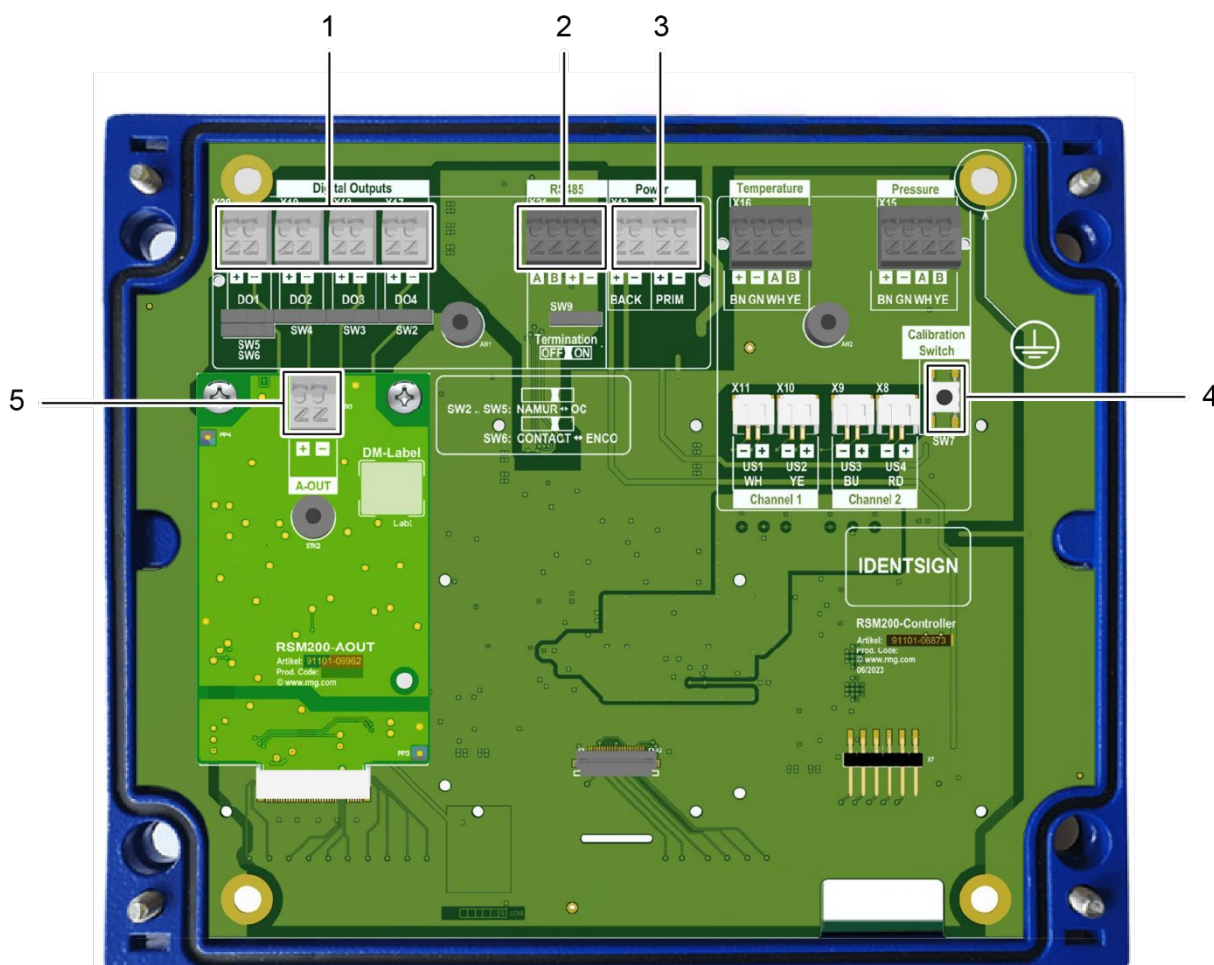

Figura 10: Disposizione dei collegamenti dell'RSM 200 a cura del cliente
I collegamenti contrassegnati con i numeri da 1 a 3 (morsetti X5, X21 e da X17 a X20) devono essere realizzati a cura del cliente. La disposizione è riportata nella *Figura 10: Disposizione dei collegamenti dell'RSM 200 a cura del cliente*. Il collegamento dei sensori interni (ad es. i sensori a ultrasuoni [Channel 1, ..], e quelli di pressione e temperatura) sono già stati realizzati in fabbrica secondo le norme vigenti.
L'RSM 200 consente un output di segnale da 4...20 mA. A tal fine, il modulo di corrente deve essere inserito sulla scheda. Il circuito di corrente 4...20 mA può quindi essere collegato ai morsetti "A-Out" del modulo di corrente (cfr. figura 10, pos. 5).
Per collegare i cavi utilizzare guaine per terminali da inserire dal basso; il cavo viene tenuto in posizione da un dispositivo di bloccaggio. Per poter sfilare nuovamente il cavo premere verso il basso sul quadratino bianco (con la croce) con un piccolo cacciavite (o simile) (vedere più avanti nella *Figura 9: Disposizione dei collegamenti interni dell'RSM 200* e nella *Figura 10: Disposizione dei collegamenti dell'RSM 200 a cura del cliente*; in alto sulle morsettiere) e aprire il dispositivo di bloccaggio. Tenere premuto il quadratino e sfilare il cavo dalla morsettieria.